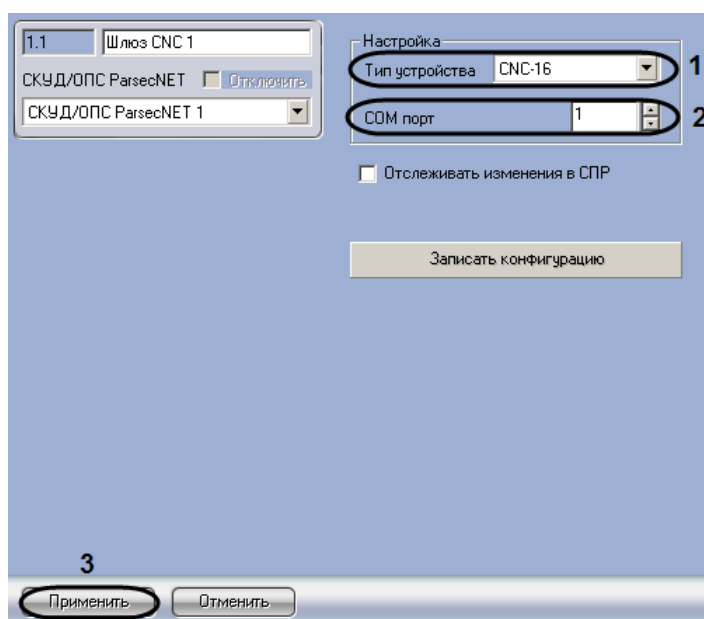

Рис. 3.3—4 Задание СОМ-порта подключения оборудования *СКУД/ОПС ParsecNet*
- Перейти на панель настроек объекта **Шлюз CNC** (Рис. 3.3—4).
- Из раскрывающегося списка **Тип устройства** выбрать значение **CNC-08** или **CNC-16**, соответствующее типу подключенного ЦКС (см. Рис. 3.3—4, 1).
- В поле **СОМ-порт** ввести с помощью кнопок **вверх-вниз** порт подключения оборудования *СКУД/ОПС ParsecNet* (см. Рис. 3.3—4, 2).
- Нажать кнопку **Применить** (см. Рис. 3.3—4, 3).